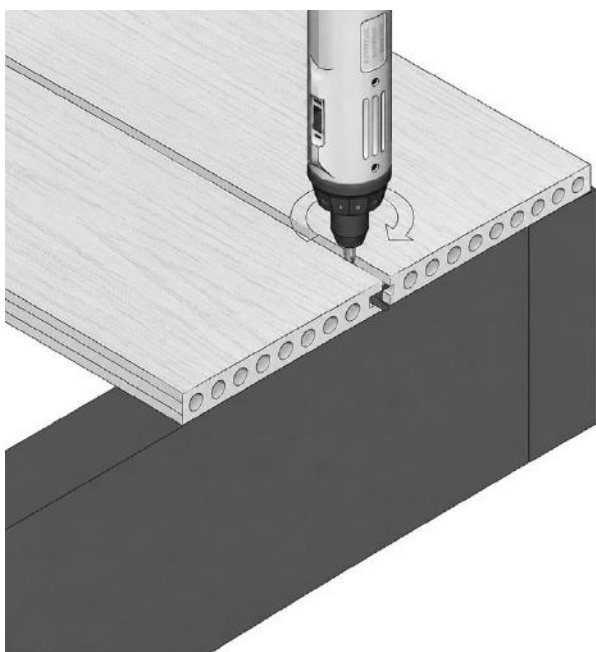

FIG. 6 - VERDEKTE CLIPS VASTGEDRAAID TOT OP DE REGEL
- 01 Draai de verdekte clips tussen de laatst gemonteerde planken volledig vast tot op de regels (fig. 6). Oefen zijdelingse druk uit op het terras om ervoor te zorgen dat de lippen stevig tegen de binnenkant van de plankgroef zitten.